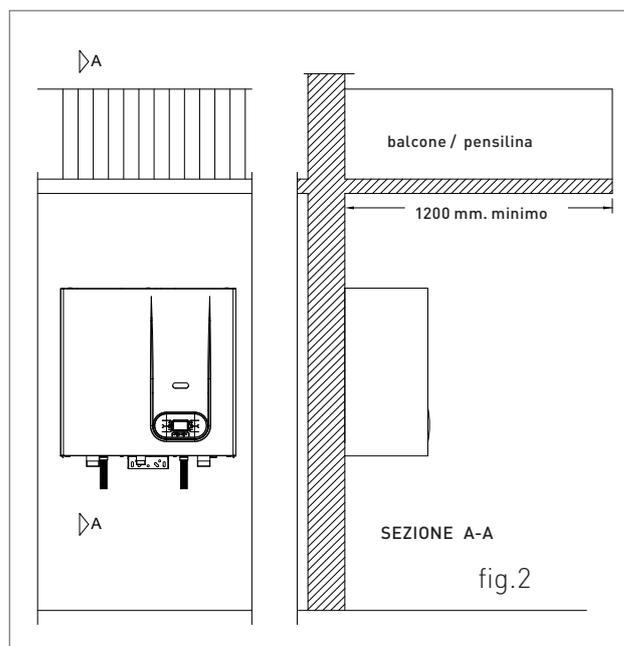

fig.2
Il kit consente di gestire la produzione di ACS istantanea mediante uno scambiatore di calore installato sul telaio modulare. Il kit (cod. 65-00837, fig. 2) oltre ai tubi e alla staffa di supporto include lo scambiatore da 50 piastre, un flussimetro da installare sul tubo in ingresso acqua fredda e una sonda sanitaria a clip da inserire sul tubo in uscita acqua calda.
Le caldaie sono in possesso del grado di protezione elettrica IPX5D. E' consentita l'installazione all'aria aperta in ambiente parzialmente protetto (pensilina, balcone - vedi fig. 2) in conformità alle relative norme. La Ditta non si assume nessuna responsabilità per installazioni in ambienti con temperatura inferiore a  $-10^{\circ}\text{C}$  o non conformi a quanto sopra indicato.
2. agganciare le asole della caldaia negli appositi ganci (fig. 2);